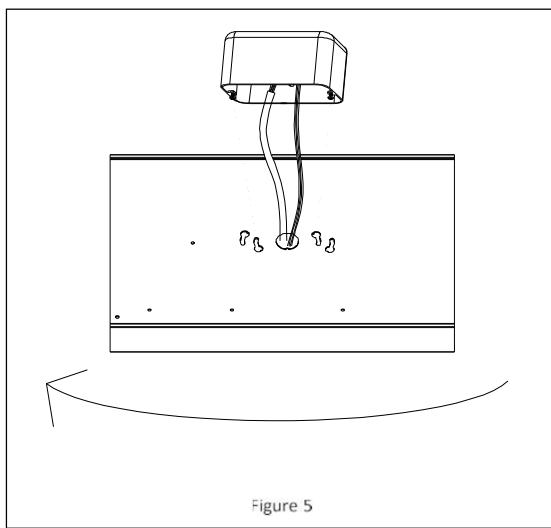

Figure 5
5. Turn the fixture base clockwise to secure the fixture in place. Tighten the small Philips Head screws and make sure the fixture does not move. **See Figure 5.**
**5. Tournez la base du luminaire dans le sens horaire pour le fixer en place. Serrez les petites vis à tête cruciforme et assurez-vous que le luminaire ne bouge pas. Raportez-vous à la Figure 5.**